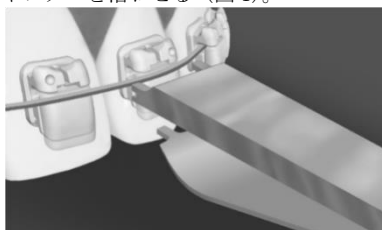

図1
- (1) 開閉用 インスツルメントの左右のノッチをそれぞれアーチワイヤーの両側に合わせ、開いているドアの下にポインターを沿わせる (図1)。